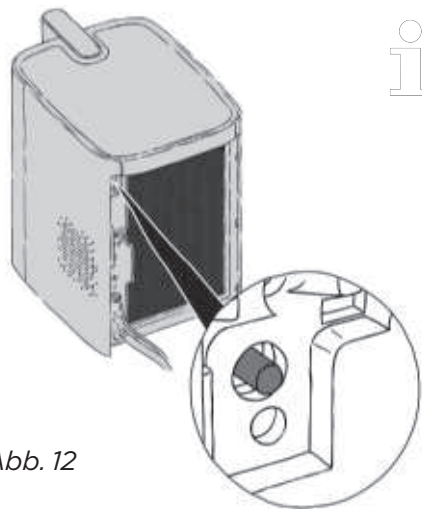

Abb. 12
2. Halten Sie die Menütaste (Abb. 12) ca. 5 Sekunden gedrückt.
5. Speichern Sie die neue Einstellung, indem Sie die Menütaste (Abb. 12) erneut ca. 5 Sekunden drücken.